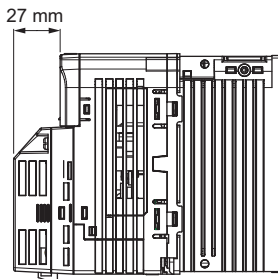

図 2 外形寸法
- ご注文通りの製品かどうか、基板に印刷している形式「SI-S3」を確認してください。印刷場所については図 2 を参照してください。